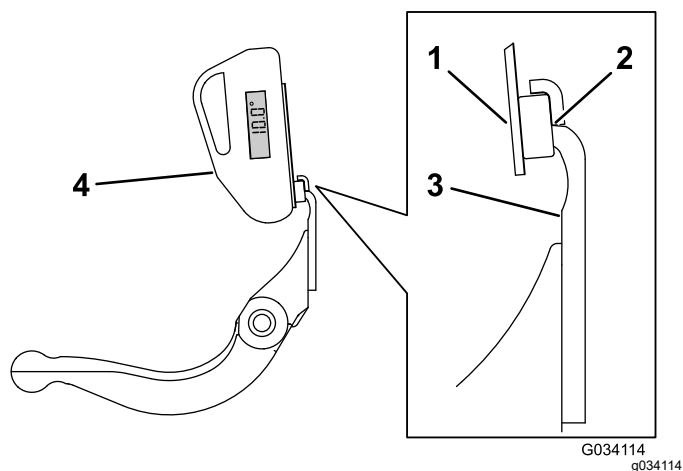

**Figura 26**
- Amplasai indicatorul de unghi în partea inferioară a contracuitului, conform indicațiilor din Figura 26.